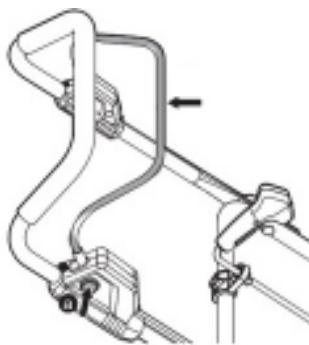

Рис. 10
**Примечание:** Не переключайте быстро между режимами включено и выключено. Для запуска снегоборочной машины (рис. 10):